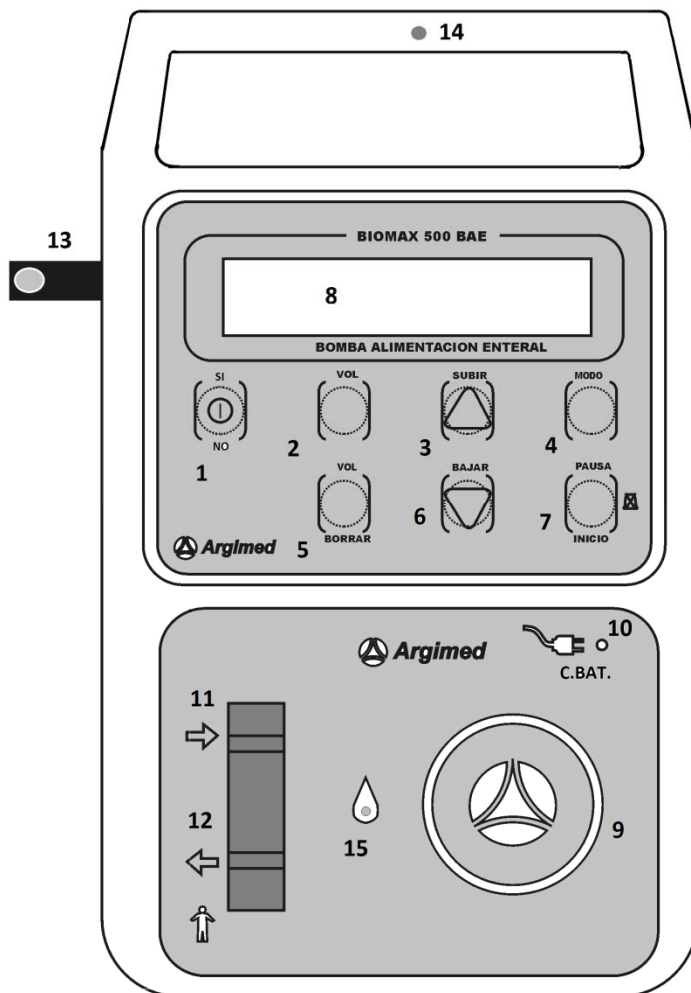
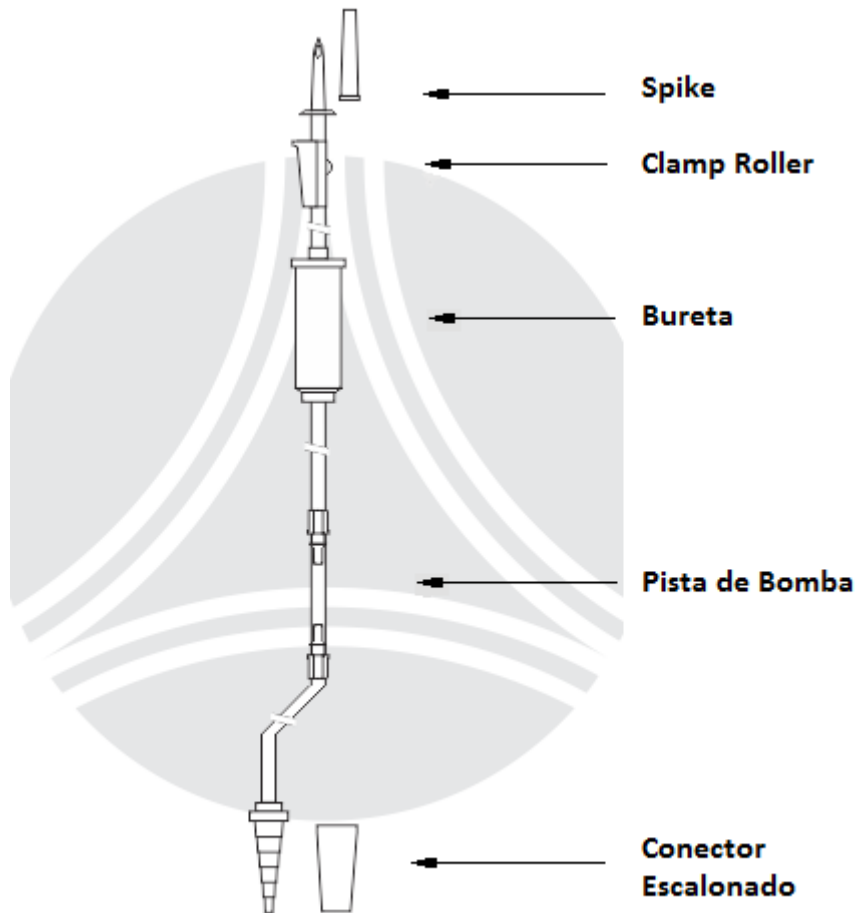

Figura 1
Figura 4 Guía descartable FDB018 Marca ARGIMED®
2. Conectar el aparato a la red de alimentación eléctrica de Tensión Alterna 220 V, 50 Hz, con tierra de protección. Se encenderá el indicador verde en el frente del equipo (10 figura 1).
1. (Ver con Figura 1 de la página 3 y con Figura 4 de la página 9). Cierre el Clamp Roller y luego introduzca el Spike en el frasco o bolsa enteral.
2. Siguiendo la figura de la izquierda, coloque la Pista de bomba en la Entrada de Guía desde Solución y rodee el Cabezal (ver también con Figura 1 y Figura 5)
3. Siguiendo la figura de la izquierda, termine de colocar la Pista de bomba en la salida de Guía al paciente (ver también con Figura 1 y Figura 5)
5. Encienda el equipo presionando el botón SI/NO (1 Figura 1). Seleccione el modo CEBADO presionando consecutivamente el botón «MODO» (4 Figura 1). Luego presione
el botón «PAUSA /INICIO» (7 Figura 1), el equipo comenzará a funcionar y de esta forma se purgará el aire presente en la guía. Cuando el líquido alcance un tercio (1/3) del volumen de la bureta, ponga la guía en posición vertical y espere que se termine de purgar el todo el aire de la guía, detenga el funcionamiento del equipo presionado el botón «PAUSA /INICIO» (7 Figura 1).
Finalmente coloque la bureta en el Soporte de Bureta teniendo en cuenta que en el mismo se detecta la caída de gota, por lo que el nivel de líquido debe estar por debajo del borde inferior del Soporte. Ver figura a la izquierda (ver con Figura 1)
1. Presione el botón SI/NO (1 Figura 1) para encender el equipo. Cada vez que el equipo se enciende, después de la pantalla temporal inicial, el equipo presenta los valores de las variables de flujo y de volumen, ajustados en fábrica o los que se habían dejado del uso anterior. El flujo se mide en mililitros por hora [ml/h] y el volumen en mililitros [ml].
2. Seleccione el modo de infusión con el botón «MODO » (4 Figura 1) entre las siguientes opciones:
3. Una vez elegido el modo, ajuste las variables flujo y/o volumen acorde al modo elegido presionando los botones «SUBIR» (3 Figura 1) o «BAJAR» (6 Figura 1)
4. Verifique que el Clamp Roller esté abierto y pulse el botón «PAUSA /INICIO» (7 Figura 1) para comenzar. El equipo empezará a funcionar girando el cabezal (9 Figura 1).
- Si por algún motivo se desea detener el funcionamiento del equipo, presione el botón «PAUSA /INICIO» (7 Figura 1) »
- Con el equipo en modo Dosis o Continuo, presionando el botón «PAUSA /INICIO» (7 Figura 1)», se muestra una leyenda con el Flujo en ml/h y el tiempo total de infusión neto. Este tiempo indica el total de tiempo infundido desde que se seleccionó un modo, si se cambia de modo se reajusta a cero el tiempo.
- Si se presiona el botón «VOL» (2 Figura 1), el equipo muestra el volumen total infundido.
- Si se presiona el botón «VOL/BORRAR» (5 Figura 1) durante 3 segundos, se borra el volumen infundido y se reajusta a CERO.
- Para los modos Continuo y Dosis, el equipo detecta la caída de una gota lo cual se muestra por medio del Indicador de Goteo (15 Figura 1).
Presionando el botón «VOL» (2 Figura 1) o el botón «VOL/BORRAR» (5 Figura 1), se puede saber que volumen se ha entregado al paciente en cualquier momento de su funcionamiento en los modos mencionados.
- Para cambiar de modo, primero se debe pausar el equipo usando «PAUSA /INICIO» (7 Figura 1) » y luego elegir el nuevo modo
- Si Usted ha apretado el botón «PAUSA /INICIO» (7 Figura 1) » y ha olvidado el Clamp Roller de la guía cerrado, el equipo comenzará a hacer vacío en algún sector de la guía y sonará la alarma. Esto puede llegar a provocar pequeños errores en los volúmenes infundidos, sobre todo si son muy pequeños. La forma correcta de proceder es presionar «PAUSA /INICIO», abrir el Clamp Roller, reajustar el volumen y luego iniciar nuevamente el equipo.
- Estando el equipo en funcionamiento en modo Dosis o Continuo, cuando no se detecta caída de gota en la bureta acorde al flujo ajustado, suena una alarma, titila el LED indicador (14 Figura 1), y aparece la leyenda “ERROR: Falta de líquido”.